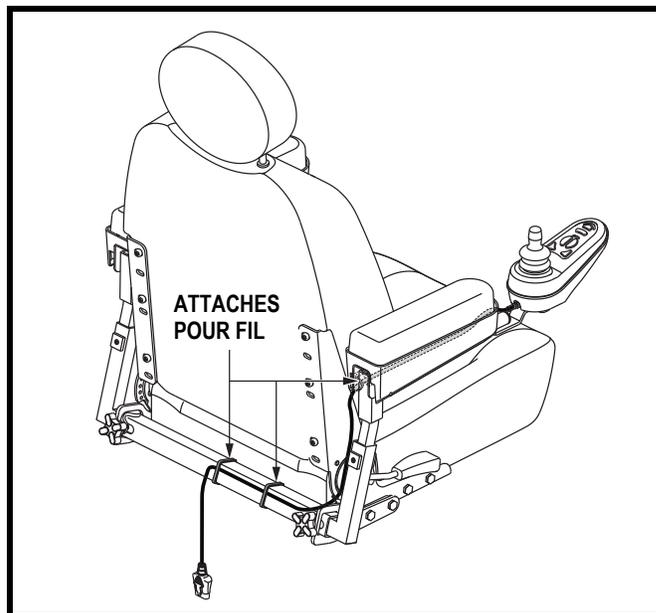

Figure 13. Câble sécurisé sur un siège Contour
8. Fixez le câble du contrôleur sous l'accoudoir avec des attaches pour fil (siège Contour seulement). **Voir la figure 13.**